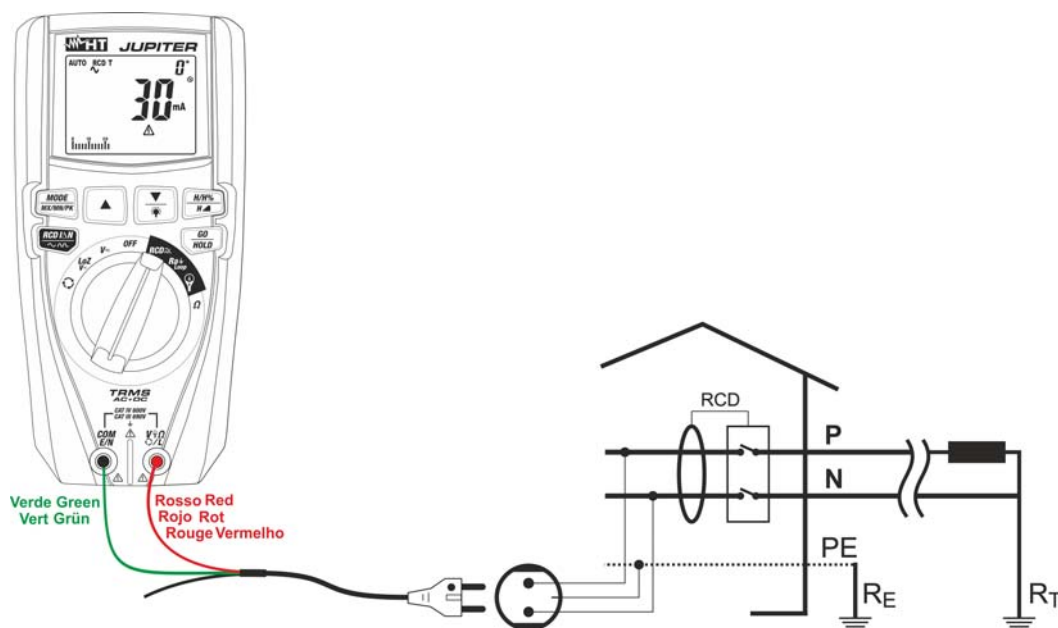

Abb. 29: RCD Messungen in einphasigen Systemen mit Schuko Kabel
6. Falls das Kabel mit Schuko Eurostecker benutzt wird, verbinden Sie den schwarzen Leiter mit der Eingangsbuchse **V Ω L** und den grünen Leiter mit der Eingangsbuchse **COM/E/N**, und verbinden Sie das Gerät mit dem zu messenden Kreis (siehe Abb. 29). Die Anwesenheit der Spannung Phase-Erde wird im Bargraph angezeigt.